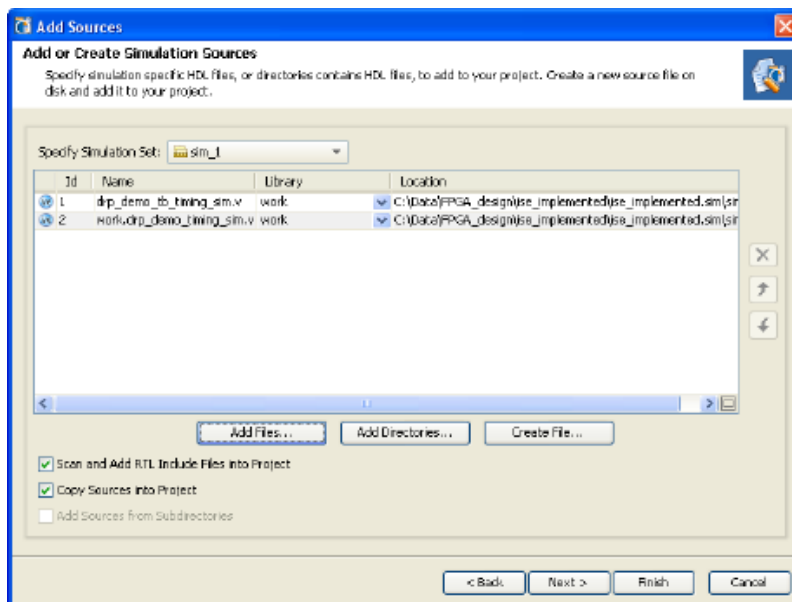

図 3-24： Add Sources ウィザード：[Add or Create Simulation Sources] ページ
- [Add or Create Simulation Sources] をオンにし、[Next] をクリックします。図 3-24 に示す [Add or Create Simulation Sources] ページが表示されます。